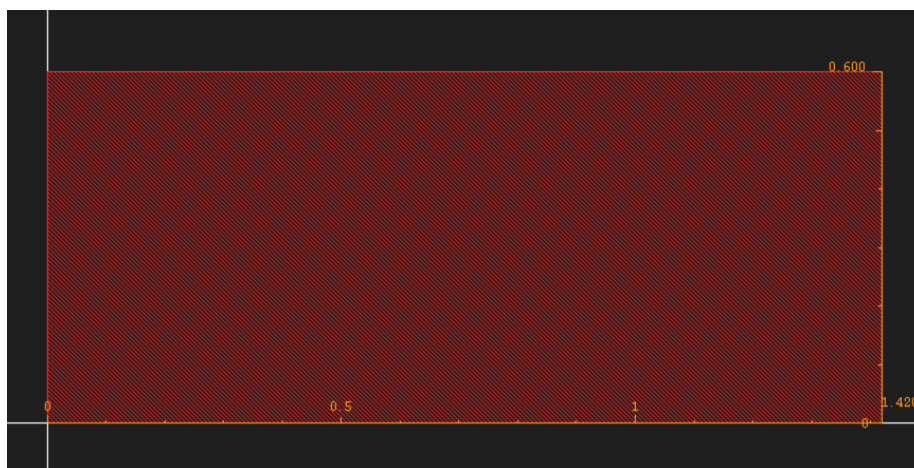

图 6.3 用标尺定位有源区
①由于我们采用的是 $0.18\mu\text{m}$ 工艺，而在 Virtuoso 中默认最小单位为 $0.1\mu\text{m}$ ，因此我们需要改变该设置。Virtuoso 菜单栏->Options->Display，会弹出显示选项窗口，将其中的 X snap Spacing 和 Y snap Spacing 两栏设为 0.01，点击 Save to 保存，然后点击 OK 确定。
②画有源区。先选择标尺工具(Window->Create Ruler 或者直接键入快捷键 k)进行定位。点击左键开始，再点一次左键结束画标尺。用标尺定位一个 $1.42\mu\text{m} \times 0.6\mu\text{m}$ 的矩形。点击 ESC 退出标尺命令。然后于 LSW 窗口中选择 AA 层。再于 Virtuoso 窗口->Create->Rectangle 或者直接键入快捷键 r，沿刚才的标尺，画一个 $1.42\mu\text{m} \times 0.6\mu\text{m}$ 的矩形有源区。如图 6.3 所示。